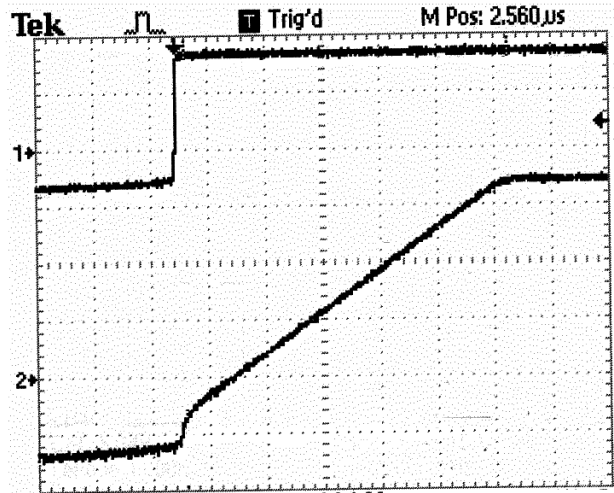

Fig. 2 : voie 1: 2V/carreau, Voie 2: 1V/carreau, base de temps ; 0,1 μ s/carreau
- 1) A partir de l'oscillogramme (figure 2), obtenu en appliquant la tension d'entrée v_e sur la voie 1 et la tension en sortie v_s sur la voie 2, déterminez la valeur du slew rate.